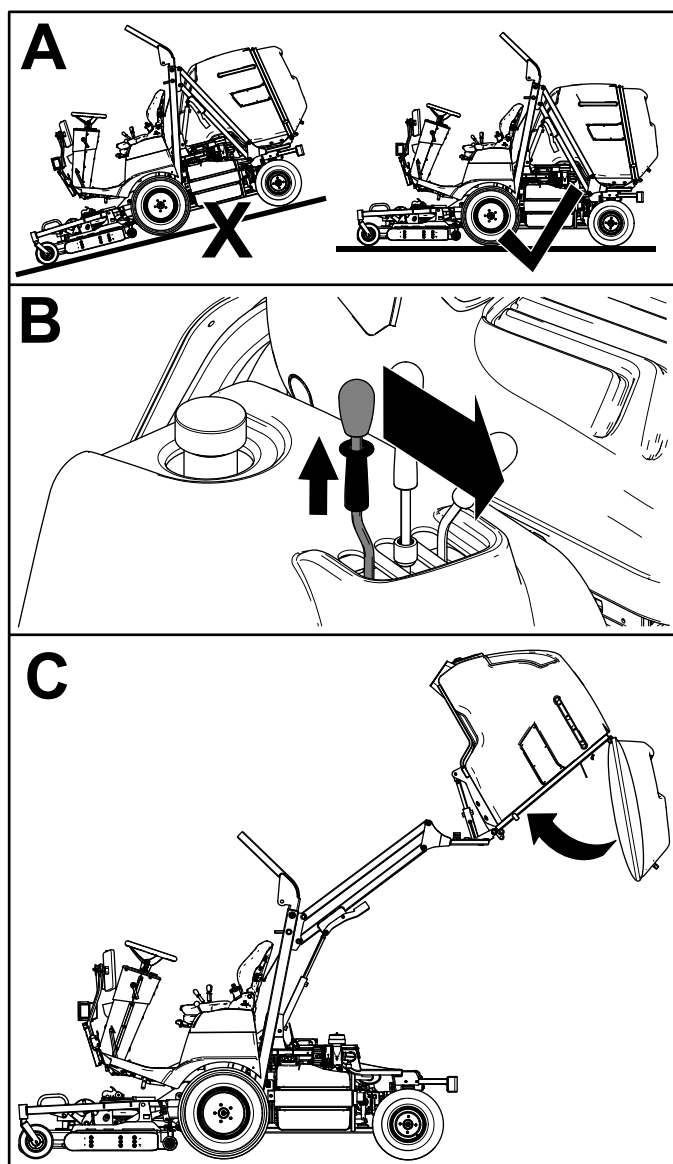

Figure 26
2. Après le déchargement, tirez sur la bague de blocage du levier de commande de la trémie et déplacez le levier en avant pour refermer la trémie (Figure 26).